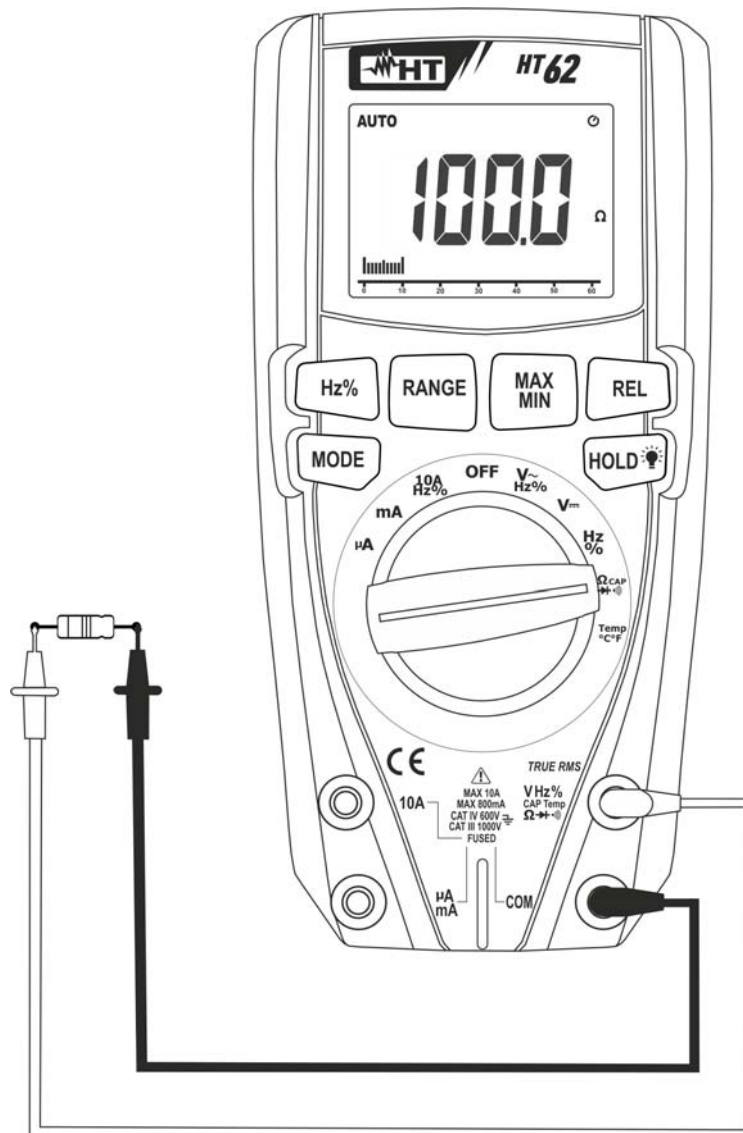

Fig. 5: Uso del instrumento para medida de Resistencia y Prueba Continuidad
3. Posicione las puntas de prueba en los puntos deseados del circuito en examen (vea Fig. 5). El valor de la resistencia se muestra en pantalla